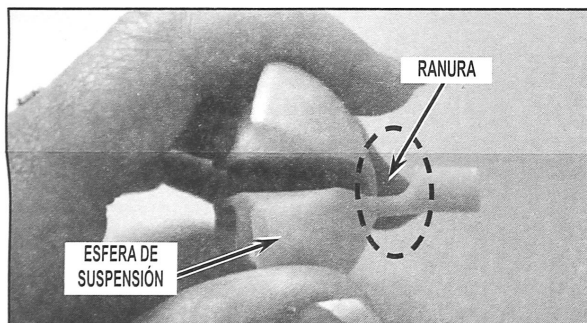

FIGURA 1
2. Mantenga la esfera de suspensión sobre su lado con la ranura mirando hacia arriba. Vea la *Figura 1*.